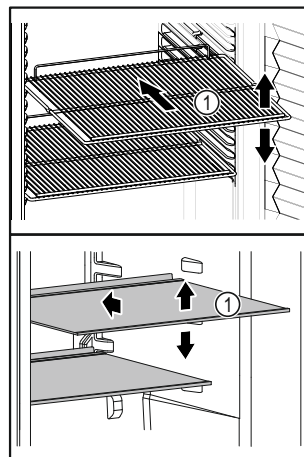

Fig. 34 Beispielhafte Darstellung
- ❑ Wenn Ablageflächen Fig. 34 (1) versetzbar sind, Ablageflächen je nach Höhe anpassen.